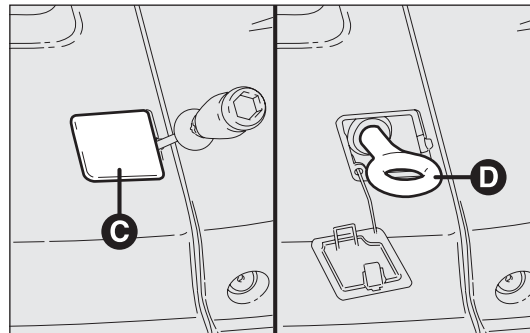

fig. 219
- pak de schroevendraaier uit de gereedschapset en verwijder hiermee de dop C-fig. 219 op het aangegeven punt;
- pak het sleepoog D uit de gereedschapset en draai het op de schroefdraadpen fig. 219.